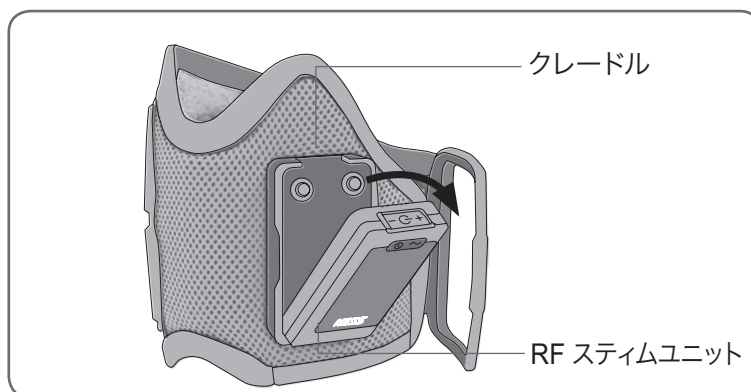

図 29 :RF スティムユニットを取り外しているところ
2. RF スティムユニットの上部をクレードルから引き離します(図 29 を参照)。ユニットが強く固定されている場合は、充電ポートの柔軟性のあるカバーを開けて掴みやすくします。